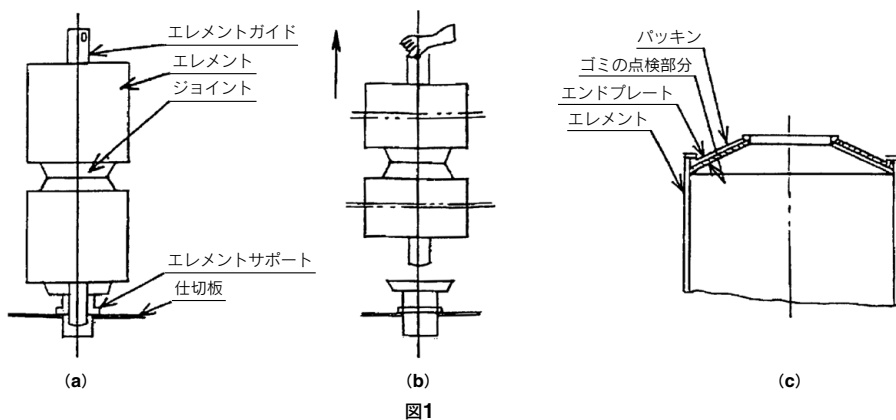

図1
エレメントガイドは、無理に取出す必要はありません。また、エレメントホルダを取出した後(図1(b))の要領でエレメントガイドを取出すことによりエレメントとジョイントを一括して取出すことができます。
①ELEMENTを取外した時、ハニカムELEMENT、ペーパーELEMENT以外のELEMENTは、ELEMENTプレートとパッキンの間にゴミが溜まっているか否か確かめてください。【図1(c)参照】